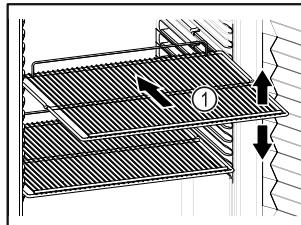

Fig. 63 Atvaizdo pavyzdys
- Jei pastatymo groteles Fig. 63 (1) galima perkelti, pritaikykite atsižvelgdamai į aukštį.